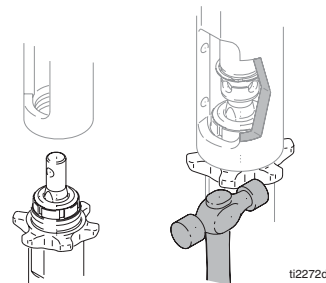

FIG. 10
1. Fig. 10. Visser l'écrou sur le filetage inférieur de la pompe. Visser la pompe complètement sur le manifold. Dévisser la pompe du manifold jusqu'à ce que la sortie de pompe soit en face du flexible. Serrer l'écrou à la main, puis le faire tourner de 1/8 à 1/4 de tour en tapant avec un marteau ou le serrer à 200 ft-lb (270 N·m).